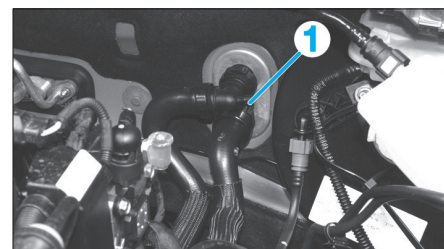

Fig. 44
- Déposer les vis de purge sur la durit du radiateur de chauffage (1) (Fig.44) et sur le boîtier de sortie d'eau (2) (Fig.45).